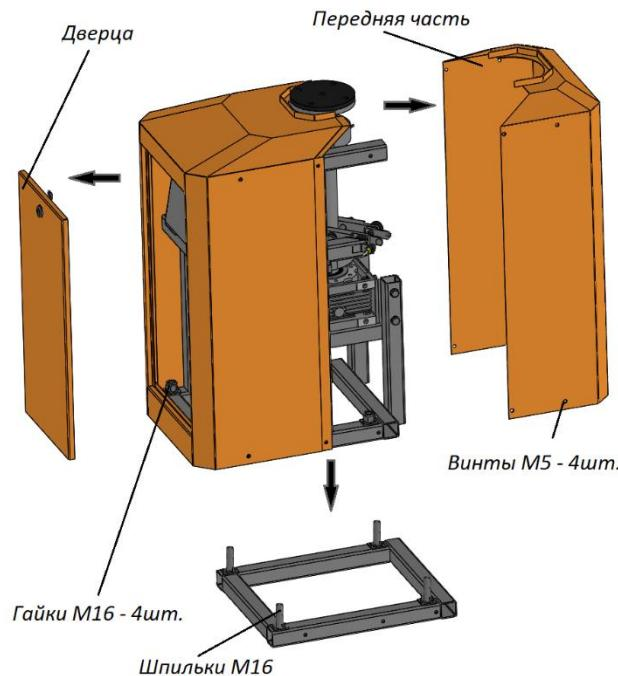

Рисунок 5
5.3.1. Перед монтажом шлагбаума необходимо открыть дверцу открыв замок и снять переднюю часть кожуха открутив винты M5 (Рис.5):
- Установите Раму шлагбаума на закладные элементы фундамента так, чтобы совпали закладные шпильки с крепежными отверстиями Рамы, Рис.5.
Узел датчиков расположен за передней частью кожуха, для доступа к ним смотри Рис.5